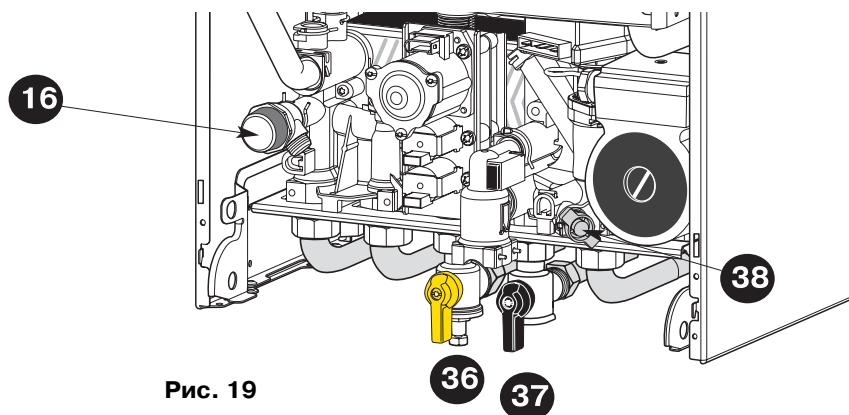

Рис. 19
Краны и клапаны (рис. 19)
4. Откройте газовый кран **36** (рис. 19).